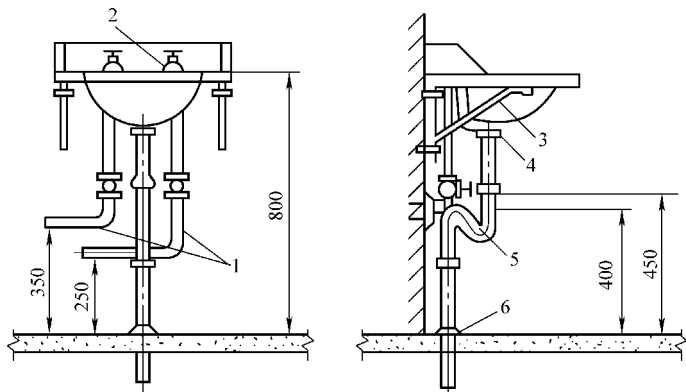

图2-51 墙架式洗脸盆
1) 洗脸盆装置在盥洗室、浴室、卫生间供洗漱用，大多用带釉陶瓷制成。形状有矩形、三角形、椭圆形，架设方式有墙架式、柱架式、台式三种。墙架式洗脸盆使用较广，墙架式洗脸盆如图2-51所示。